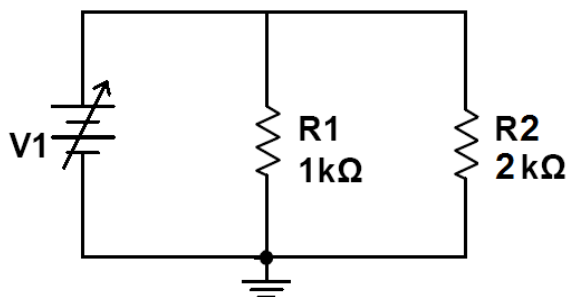

Figura 3.11
- **Objetivo:** Montar o circuito apresentado na Figura 3.11 e medir as correntes nos seus ramos, em relação ao comum (GND), de acordo com os valores de tensão da fonte apresentados na Tabela 3-3.
- 5º. Faça a conexão entre os resistores e as trilhas mencionadas no 4º passo de acordo com a Figura 3.11.